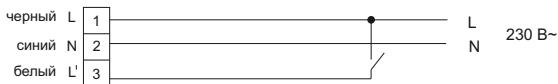
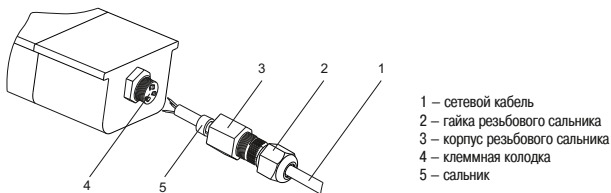

Рисунок 4
Рисунок 5
3.2.5.2 Непостоянный аварийный режим работы (рисунок 4):
3.2.8 Для подключения светильника необходимо (рисунок 5):
- присоединить подготовленные концы сетевого кабеля 1 к контактным зажимам клеммной колодки 4, согласно маркировке: (L) – фаза, (N) – нейтраль (кроме ДСП 1336А). Подключение светильника ДСП 1336А производить согласно выбранного режима работы (3.2.5) и схемы подключений (рисунок 4; рисунок 5);